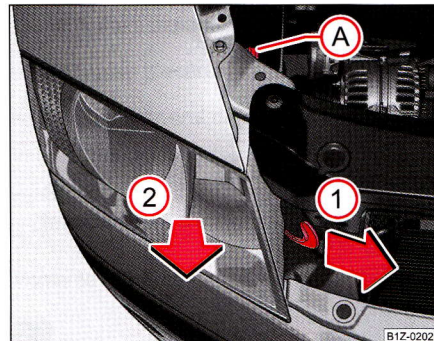

Fig. 222 Demontarea farului principal
- Deșurubați piulița din plastic (A) ⇒ fig. 222.
- Trageți maneta de siguranță a farului până la limită în sensul săgeții ①.
- Întrerupeți alimentarea cu curent și scoateți farul cu atenție în sensul săgeții ②.